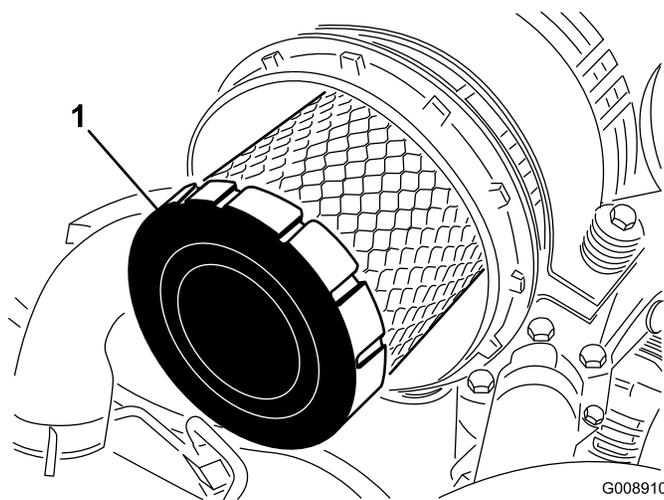

Figura 43
4. Togliete il filtro primario e sostituitelo (Figura 43).